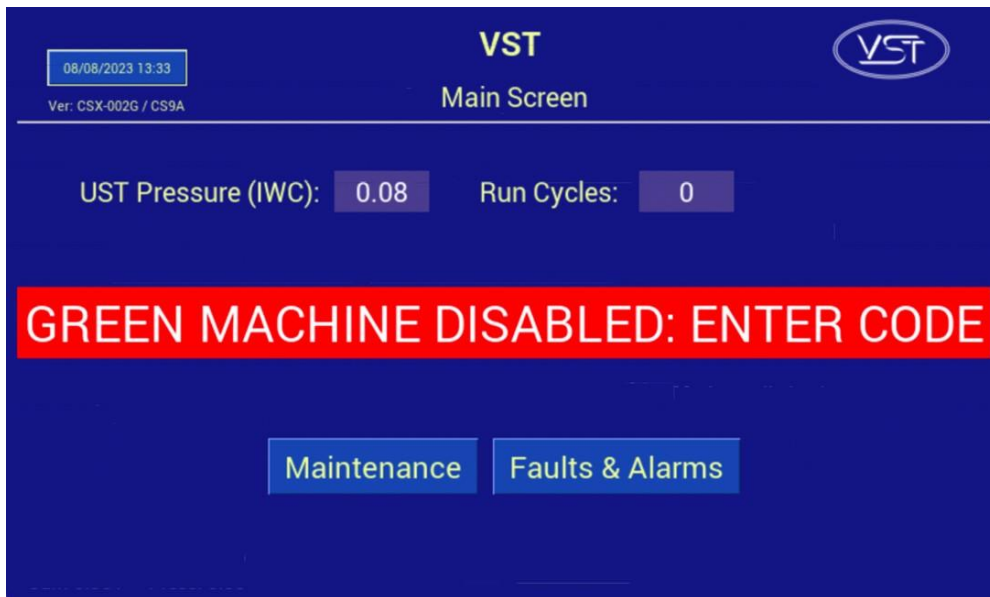

Figura 6-1 Pantalla principal con mensaje deshabilitado
Cuando se enciende el panel de control de VST, la pantalla principal aparecerá en el PLC con la etiqueta **GM DISABLED – ENTER CODENO STARTUP CODE.** . Vea la **Figura 6-1.** El proceso de inicio se puede completar con la GREEN MACHINE desactivada. El código del panel de control de VST se debe ingresar antes de que la GREEN MACHINE comience a funcionar. El código será provisto al contratista de arranque por correo electrónico una vez que se presente el Apéndice B en línea.
5.	En la pantalla principal del PLC, presione el botón de la pantalla de mantenimiento para acceder a la pantalla de contraseña. Vea la Figura 6-1.